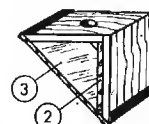

Fig. 257. Il montaggio dello specchio.
La costruzione dell'attrezzo è assai semplice. La scatola (1) di legno compensato 5 mm è di lato 6-7 cm ed ha gli spigoli liberi del coperchio e della parete posteriore smussati con la lima. Lo specchio è incollato internamente nella parete posteriore, la lastra di vetro è tenuta in posizione da strisce di carta adesiva (fig. 257). Un dischetto di legno (4) (\varnothing 25 mm, altezza 15 mm) è incollato su una parete laterale e lo foriamo con punta \varnothing 4 mm.